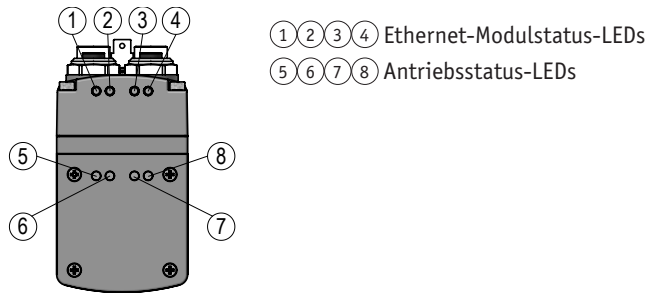

Abb. 9: Statusanzeige
Die LEDs ⑤⑥⑦⑧ (**Abb. 9**) informieren in der Werkseinstellung über den Status des Antriebes. Die Funktion der Antriebsstatus-LEDs kann konfiguriert werden. Die Funktionsbeschreibung der Antriebsstatus-LEDs ist dem jeweiligen Benutzerhandbuch zu entnehmen.